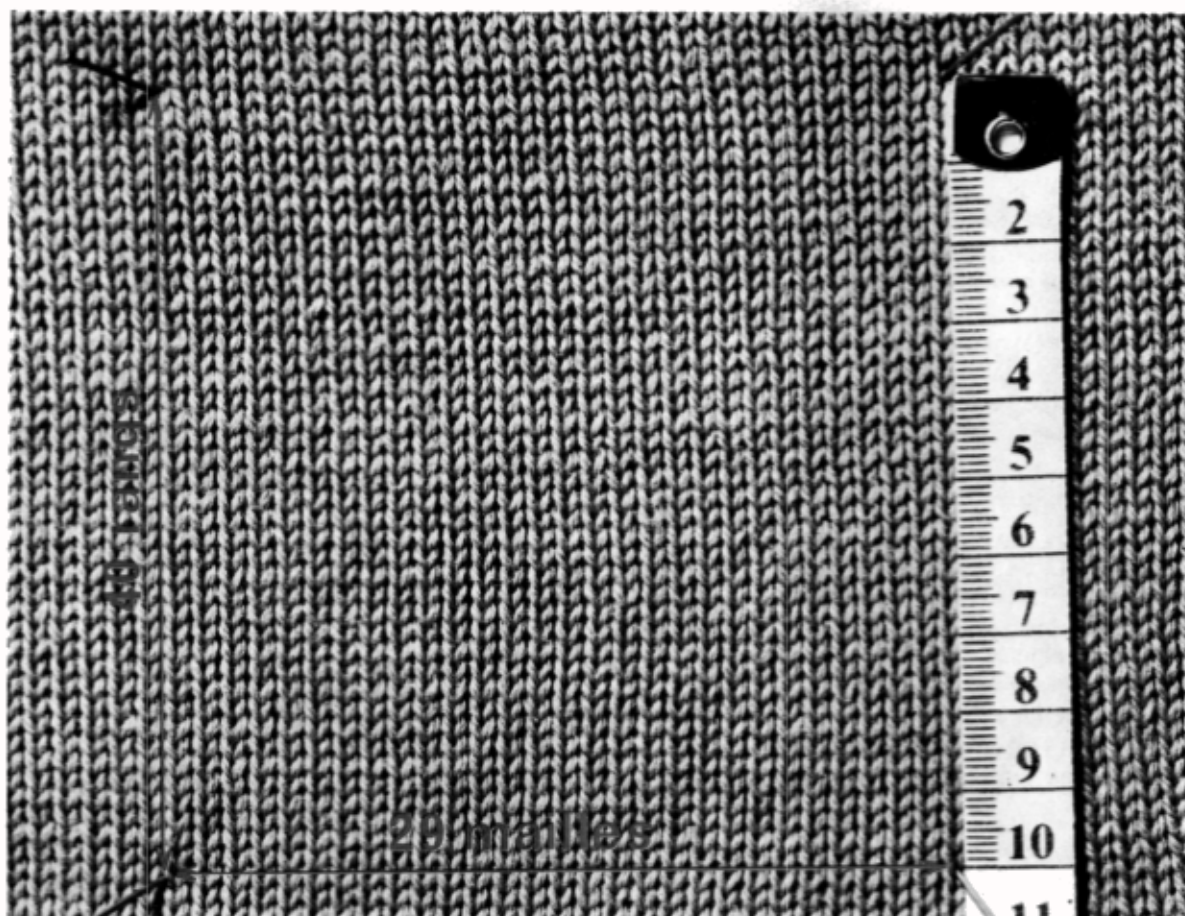

Fig. 207
4°/ **Mesurer l'échantillon** avec précision. Épingler l'échantillon, sans le distendre, de sorte que les rangs soient bien verticaux et les mailles bien horizontales (fig. 207) et mesurer :
- **en hauteur** le nombre de **rangs** sur 10 cm (sur la fig. 207 = 40 rangs),
- **en largeur** le nombre de **mailles** sur 10 cm (sur la fig. 207 = 29 mailles).